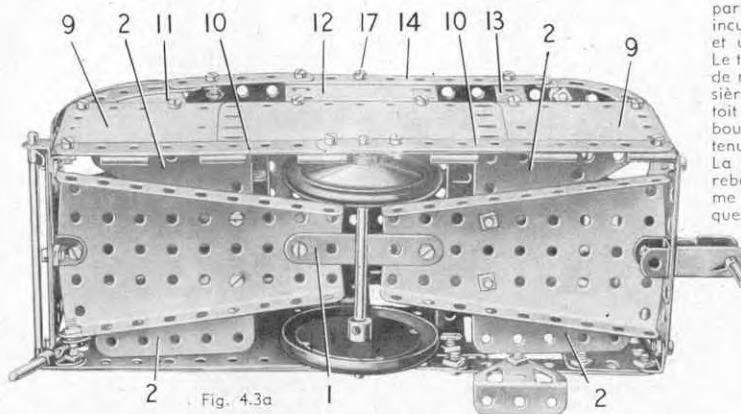

Fig. 4.3a
Deux plaques flexibles triangulaires de 6x4 cm. (2) sont boulonnées sur chaque plaque-secteur. Le côté du modèle qui apparaît sur la vue générale est constitué par une plaque flexible de 14x6 cm. et une de 11,5x6 cm. qui se recouvrent sur 7 trous, ainsi que par une plaque flexible de 6x4 cm. Les plaques sont boulonnées sur deux bandes de 11 trous (3) qui se recouvrent sur trois trous. Le bord supérieur de ce côté est constitué par une bande de 11 trous (4) prolongée par une bande de 5 trous qui la recouvre sur trois trous; la bande ainsi obtenue est reliée aux plaques flexibles de chaque extrémité par une bande incurvée épaulée. Les châssis des fenêtres sont constitués par une bande de 5 trous (5), une bande coudée de 60x12 mm. (6), une plaque à rebords de 38x63 mm. (7) et une plaque semi-circulaire (8). Sur un côté de la porte, une rampe est formée d'une tringle de 5 cm. tenue dans des raccords de tringle et bande à angle droit. Le côté qui apparaît sur la figure 4.3a est constitué par les deux moitiés (9) d'une plaque à charnière boulonnées sur une plaque flexible de 11,5x6 cm. et sur deux bandes de 11 trous (10) qui se recouvrent sur trois trous. Les châssis des fenêtres sont constitués par une plaque semi-circulaire (11), une plaque flexible de 6x6 cm. (12) et une bande coudée de 60x12 mm. (13). Le rebord supérieur du toit est une bande (14) composée d'une bande de 11 trous et d'une de 5 trous qui se recouvrent sur trois trous; les extrémités sont des bandes incurvées épaulées. Les côtés sont réunis à chaque extrémité par une bande de 7 trous (15) fixée sur des équerres. Une extrémité consiste en une plaque flexible de 6x6 cm. et une de 6x4 cm. et l'autre en deux plaques flexibles de 6x6 cm. Les fenêtres des extrémités incurvées sont formées par des bandes cintrées à glissières boulonnées sur les plaques flexibles; chaque bande cintrée est prolongée par une bande de 11 trous (16). Les bandes (16) sont
La carrosserie est fixée sur les plaques-secteur à rebords par une équerre et un support double comme le montre la figure 4.3a. Le dispositif de remorque est une chape munie d'une tringle de 5 cm. qui sert également de support à une des extrémités de la caravane. A l'autre extrémité, le support est une tringle de 2,5 cm. tenue dans un raccord de tringle et bande boulonné par contre-écrous sur l'une des plaques-secteur à rebords.